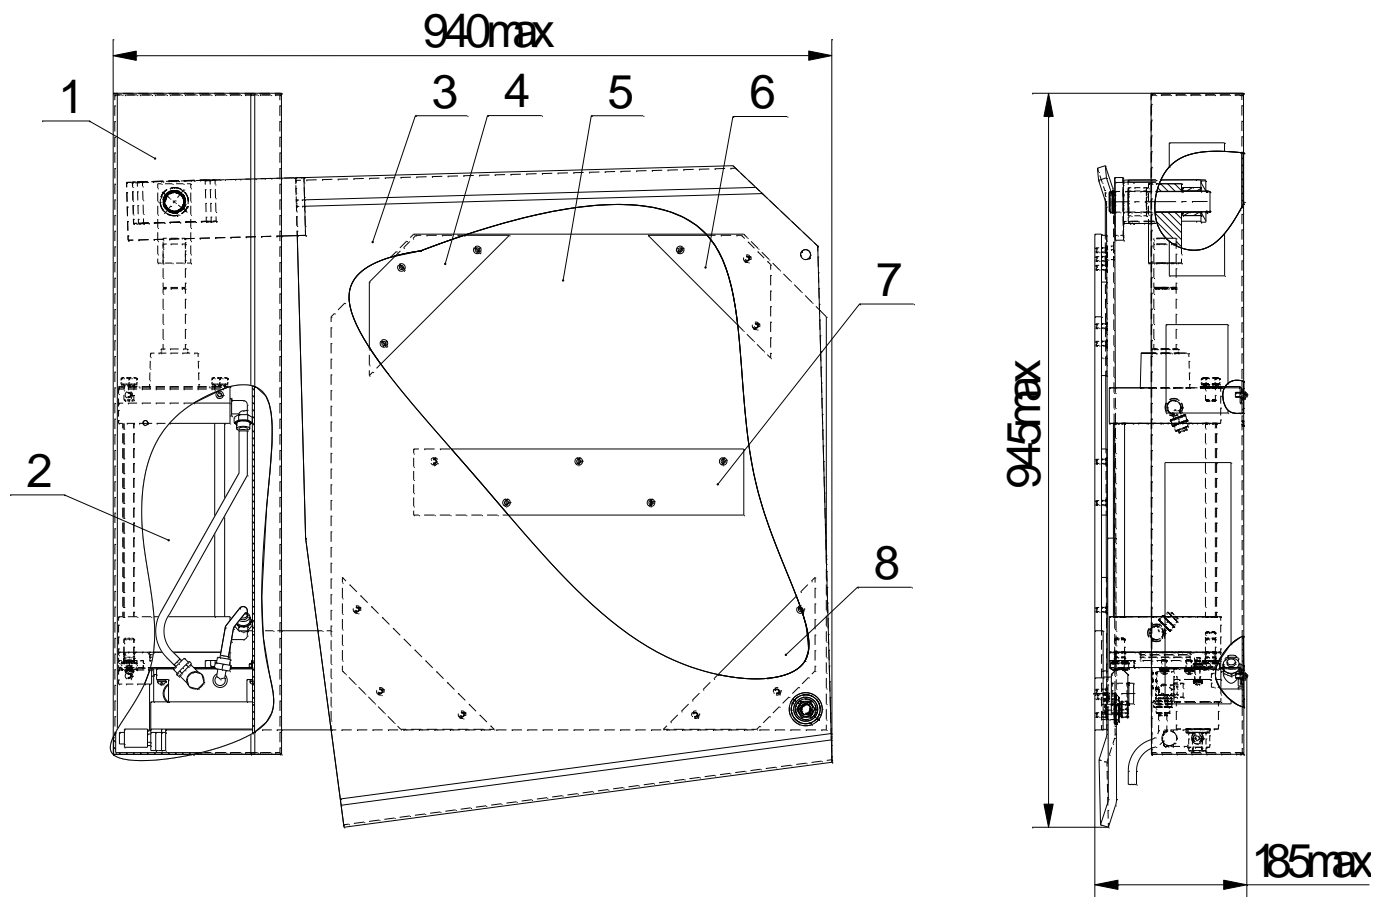

Рисунок 1
4.2. Тестер (см. рис. 1) представляет собой стационарно установленную платформу, источник питания, фонарь и коробку клеммную.